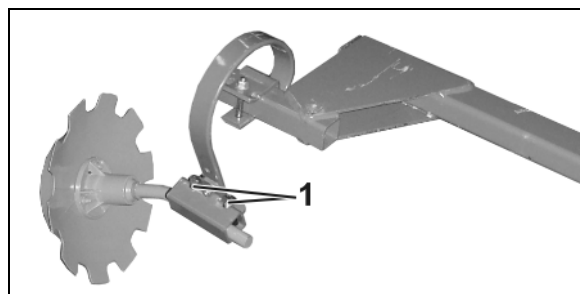

Fig. 99
3. Luk afdækningen, og fastgør den med gummistropper (Fig. 99/1), så den ikke kan åbne sig ved et uheld under kørslen. Brug hægten til den sammenklappelige afdækning (Fig. 99/2).